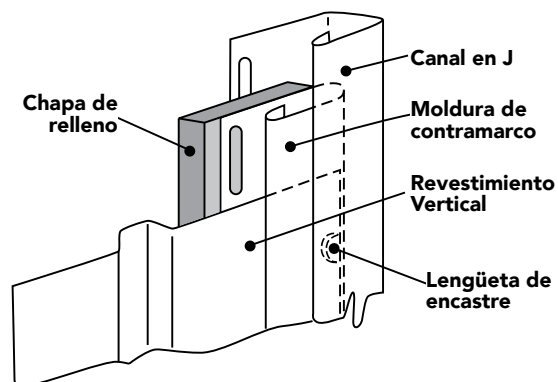

Figura 58
- La moldura de contramarco necesitará ser ajustada para que se mantenga de frente al panel (Figura 58).
- Los paneles sucesivos deben instalarse fijándolos de las ranuras de clavado más altas hacia abajo, como se indica previamente, y después, sujetarlos cada 12" (305 mm) al centro para el resto del panel. Permita 1/4" (6.4 mm) de separación en los canales receptores (aumente dicha separación a 3/8" [9.5 mm] si se instalan en ambientes con temperaturas por debajo de los 40 °F [4.4 °C]). Si el revestimiento o sofito está cortado en la ranura en "V" o en la superficie plana del panel para dar lugar a una abertura, puerta o accesorio, instale la moldura de contramarco tal como se indica arriba (Figura 58). Nivele a plomo la caída cada pocos paneles para mantener un mejor aspecto.
- El último panel de revestimiento instalado debe ser del mismo ancho que el panel instalado al principio. Dependiendo en donde se corte el revestimiento, puede ser necesario instalar una moldura de contramarco adentro del bolsillo receptor del canal en J, o esquinero, el mismo que recibe el revestimiento vertical (Figura 58). También puede ser necesario nivelar la moldura de contramarco hacia afuera, a un nivel igual a la cara del revestimiento para conservar una apariencia nivelada.